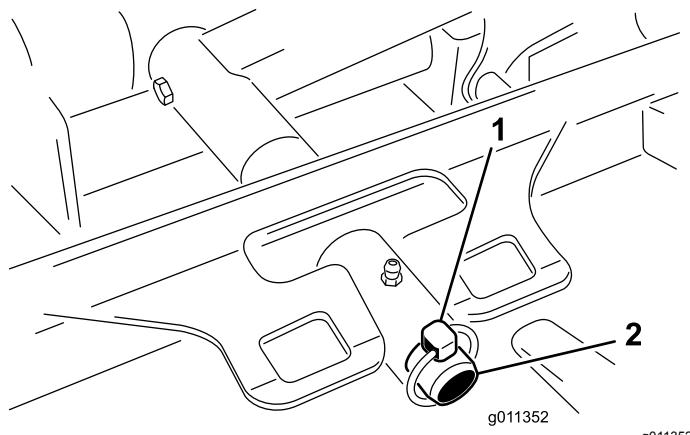

Figura 120
3. Rimuovete l'acciarino (per macchine Groundsmaster 4500) o il dado di fissaggio (per macchine Groundsmaster 4700) che fissa il telaio portante dell'apparato di taglio al perno girevole del braccio di sollevamento (Figura 120).
2. Fate scorrere il telaio portante dell'apparato di taglio sul perno girevole del braccio di sollevamento (Figura 120). Fissate l'apparato di taglio al perno con l'acciarino (per macchine Groundsmaster 4500) o il dado di fissaggio (per macchine Groundsmaster 4700).